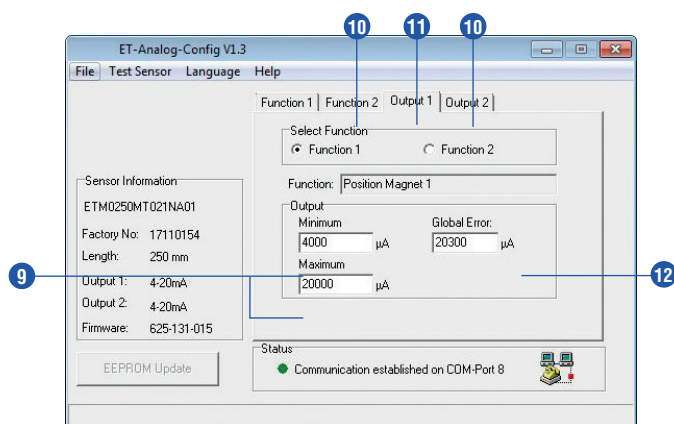

Fig. 31: Exemple de contrôles d'onglet
- 9 Le champ **Output Minimum** indique la valeur courante ou tension du signal de sortie correspondant normalement au point de début d'intervalle de la fonction sélectionnée. La valeur du signal de sortie correspondant au point de fin d'intervalle doit être spécifiée dans le champ **Output Maximum** (Fig. 31).
- 10 La seconde sortie analogique peut être programmée aux onglets **Function 2**, **Output 2** (Fig. 31).
- 11 Les signaux de sortie analogique correspondants peuvent être attribués à l'onglet **Output 1** (Fig. 31).
- 12 En l'absence d'aimant de position, ou s'il se situe dans la zone morte du capteur, c.-à-d. en dehors de la plage de mesure, une erreur générale s'affiche dans le champ **Global Error**. La valeur d'erreur peut être réglée dans la plage **-0.7...20.3 mA** ou **-0.4...10.4 VDC** (Fig. 31).